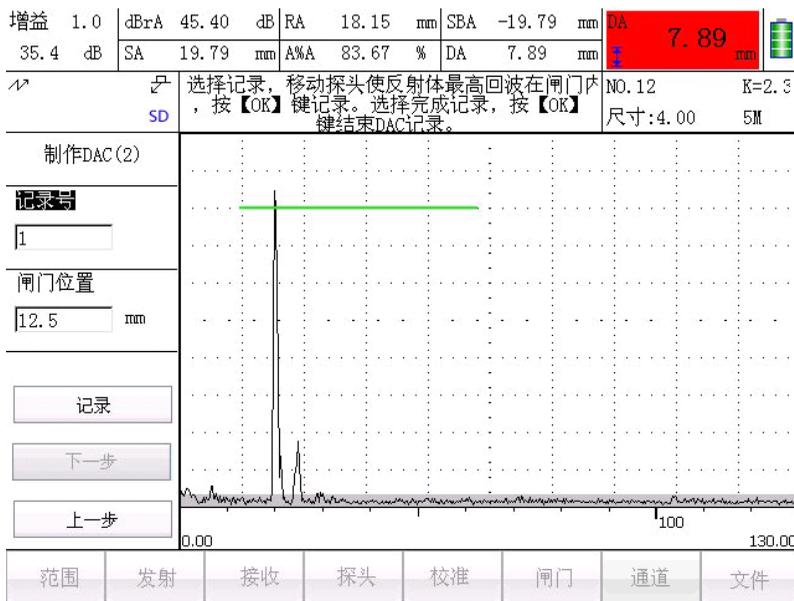
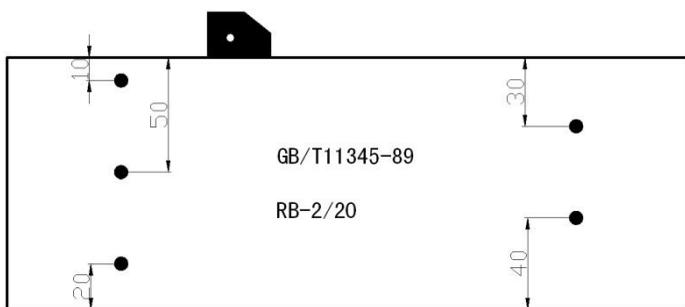

图 4.11 制作 DAC (2)
图 4.12 使用试块制作 DAC 曲线
- 2) 点击 按钮, 进入制作 DAC(2) 界面, 如图 4.11 所示, 将斜探头放置在 RB-2/20 试块上, 对准第一个测试孔(10mm 深度的孔), 如图 4.12, 轻按 键打开峰值包络功能, 移动探头直到找到最高回波, 点击 按钮, 记录第一个点, 此时记录号会增加 1。(点击 按钮, 可回到上一界面。)